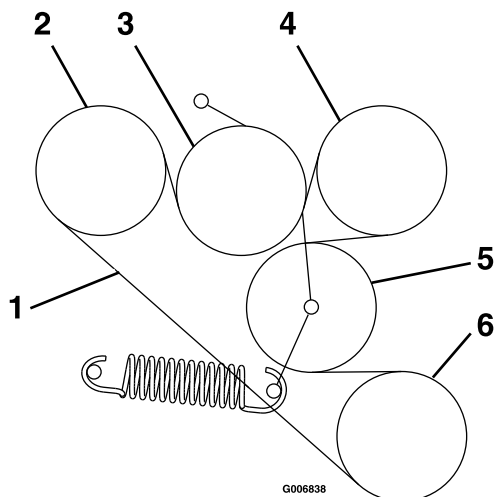

Figura 59
- Ruotate la nuova cinghia sulle pulegge, come illustrato nell'adesivo situato sulla parte posteriore del carter della trasmissione di sinistra (Figura 59).